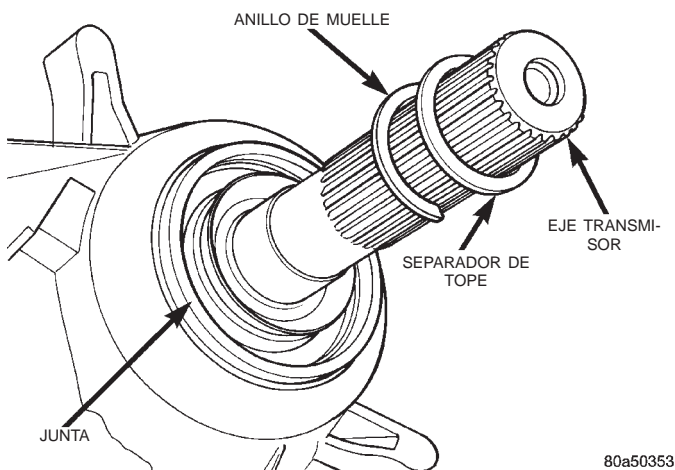

Fig. 9 Separador de tope y anillo de muelle del deflector
(5) Retire el separador de tope del deflector y el anillo de muelle del eje transmisor (Fig. 9).